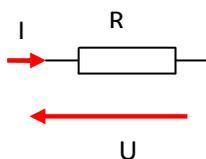

Figure II.1 : Représentation symbolique d'une tension aux bornes d'une résistance R et du courant qui la traverse.
Soit U la chute de tension aux bornes d'une résistance R (Figure II.1), elle est proportionnelle à l'intensité du courant (I) qui la traverse. La loi d'Ohm s'exprime par l'équation (II.1):